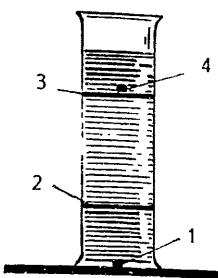

Рис. 15. Диффузия «сверху и снизу»
Вырежьте из фильтровальной бумаги два круга по диаметру цилиндра (стакана). На дно цилиндра поместите чешуйку (таблетку) щелочи или таблетку пургена (1), предварительно дважды обработанные конторским клеем. Осторожно налейте воды слоем 1—2 см. На воду поместите круг фильтровальной бумаги (2). Вновь налейте воду слоем 5—10 см, на поверхность которой поместите второй круг бумаги (3). На бумагу положите обработанные kleem чешуйки щелочи или таблетку пургена (4). Опять добавьте воды слоем 1—2 см (рис. 15). Спустя некоторое время